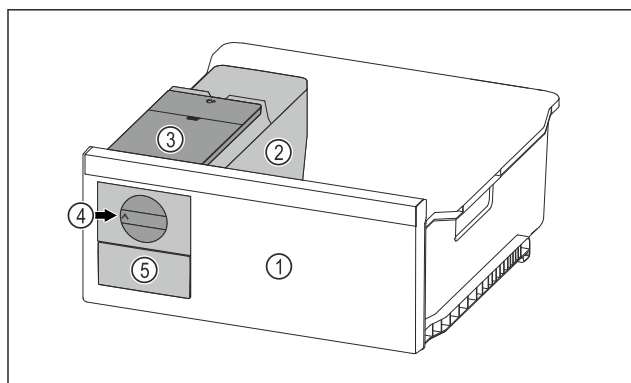

Fig. 38 Przykładowa prezentacja
- ▶ Pokrętko Fig. 38 (4) obrócić zgodnie z ruchem wskazówek zegara.
- ▷ Kostki lodu wypadają do pojemnika na kostki lodu w szufladzie na kostki lodu Fig. 38 (5).